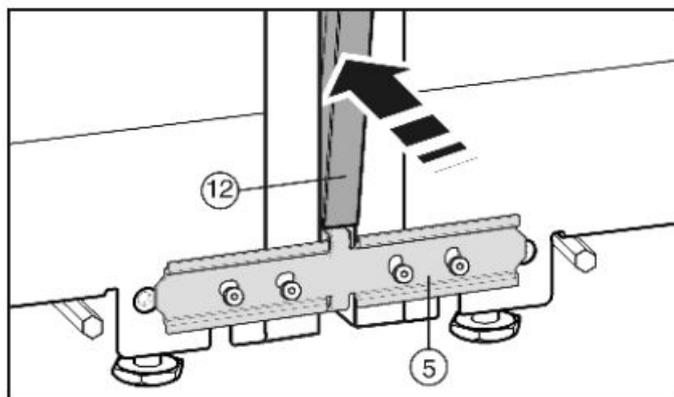

図9
- ・長いカバー図9(12)を縦の隙間に押し込みます。
- ・カバーが接続プレート図9(5)の上端に位置する事を確認します。